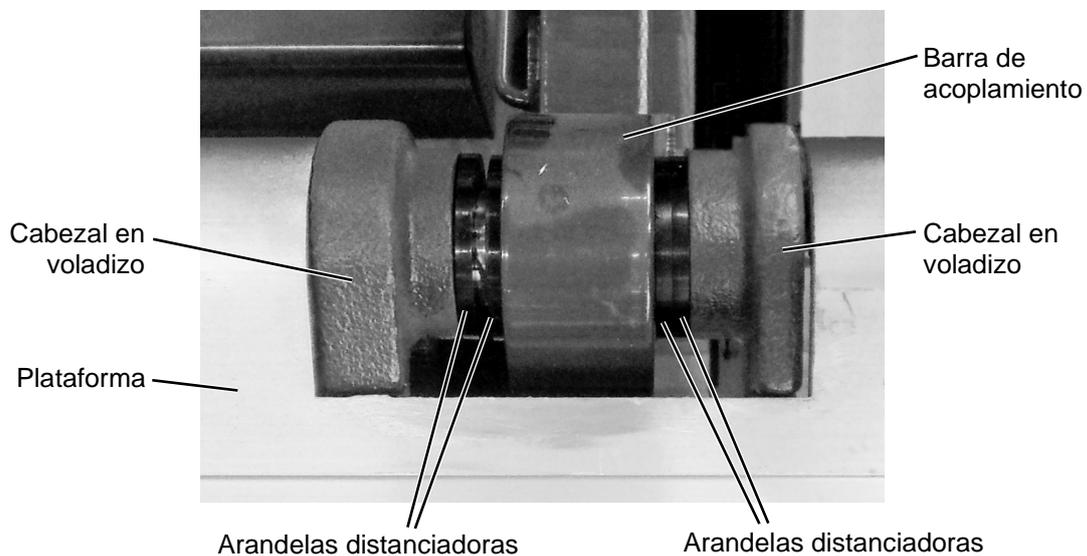

Figura 33: Arandelas distanciadoras
- ▶ Atornille los cabezales en voladizo de la plataforma a las barras de guía del bastidor de torsión. Inserte los espaciadores **suministrados** para alinear la plataforma centralmente con la estructura (véase Figura 33).